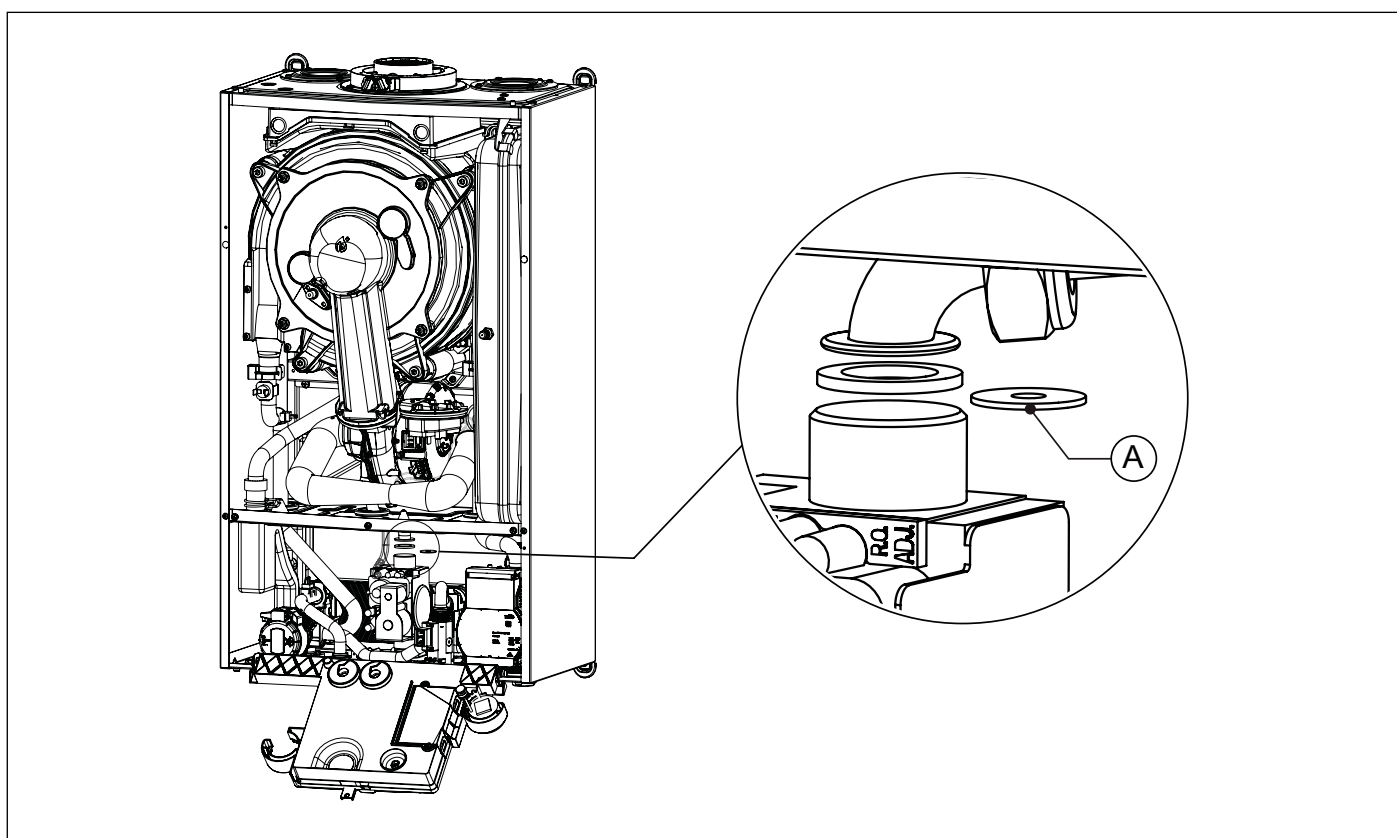

Fig. 24 Sustitución del diafragma gas
- Desconectar el tubo de gas de la válvula gas (ver Fig. 24 Sustitución del diafragma gas).
- Sustituir el diafragma gas (A) con el del nuevo tipo de gas (ver Fig. 24 Sustitución del diafragma gas y Tab. 10 Diámetro diafragmas gas (mm)).